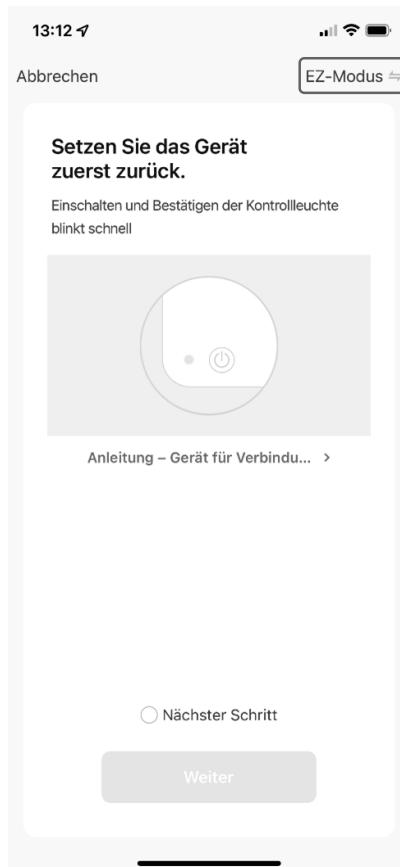

Abb. 4
- Tippen Sie nun oben rechts auf **EZ-MODUS** (s. Abb. 4).